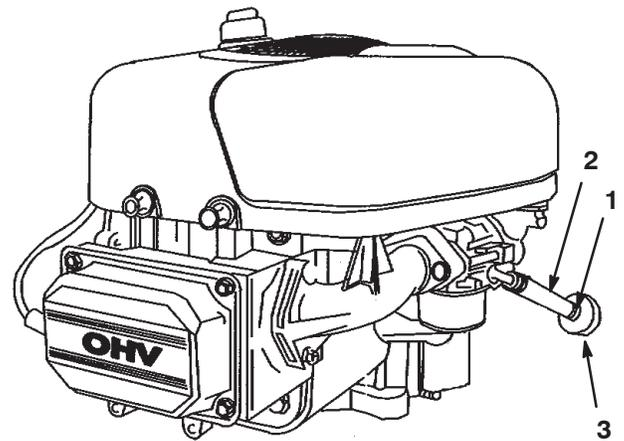

Bild 28
7. Lockern Sie die Schlauchklemme am Kraftstofffilter und schieben Sie sie an der Kraftstoffleitung weg vom Kraftstofffilter (Bild 28).
8. Ziehen Sie die Kraftstoffleitung vom Kraftstofffilter (Bild 28).
11. Schieben Sie die Schlauchklemme ganz an den Kraftstofffilter heran, um die Kraftstoffleitung zu befestigen (Bild 28).
Tauschen Sie den Kraftstofffilter alle 100 Betriebsstunden oder mindestens einmal pro Jahr aus. Tauschen Sie den Kraftstofffilter am besten aus, wenn der Tank leer ist (Bild 28). Bauen Sie nie einen verschmutzten Filter wieder ein, wenn Sie diesen aus der Kraftstoffleitung entfernt haben.
7. Drücken Sie die Enden der Schlauchklemmen zusammen und schieben diese weg vom alten Kraftstofffilter (Bild 28).